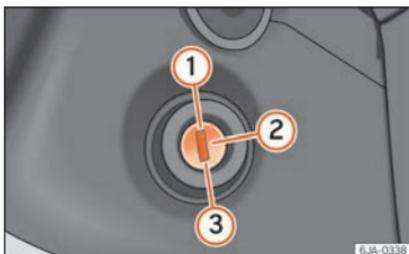

Fig. 211 Posiciones de la llave de contacto.
- Durante la marcha con el motor parado, la llave de encendido tiene que estar siempre en la posición ② »» fig. 211 »» pág. 211 (encendido conectado). Esta posición se señala encendiéndose los testigos de control. De no respetar esta regla, podría producirse inesperadamente el bloqueo de la dirección – ¡Peligro de accidente!
- El motor de arranque se puede accionar (posición de la llave en el encendido ③ »» fig. 211 »» pág. 211) sólo si el motor está parado. Al accionar el motor de arranque con el motor en movimiento, este puede sufrir daños.
- Pise el pedal del embrague a fondo y arranque el motor  »» fig. 211 »» pág. 211, sin pisar el pedal de gas. Mantenga pulsado el pedal del embrague hasta que el motor no arranque.
Pare el motor girando la llave del encendido hasta la posición  »» fig. 211 »» pág. 211.